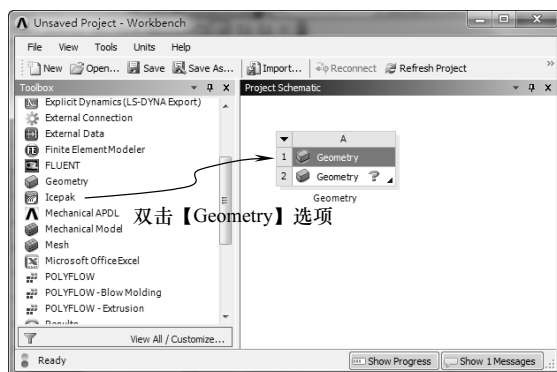

图 6-42 创建分析项目 A
3) 双击【Toolbox (工具箱)】中【Component Systems】下的【Geometry】选项,即可在【Project Schematic (项目管理区)】创建分析项目 A,如图 6-42 所示。